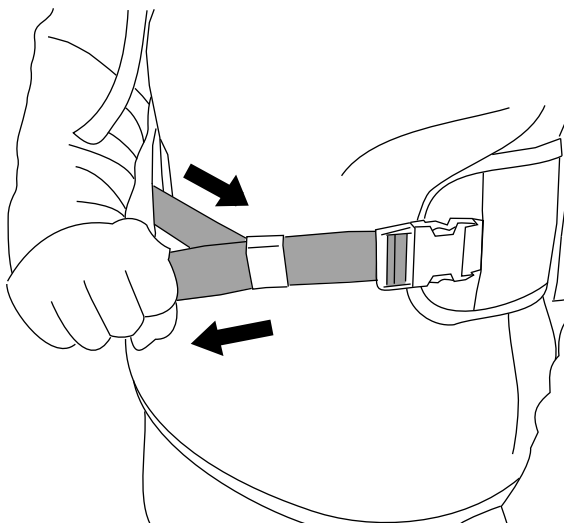

Figura 10
3. Incorpórese y vuelva a apretar el cinturón de cadera para asegurarse de que quede ajustada (Figura 10).